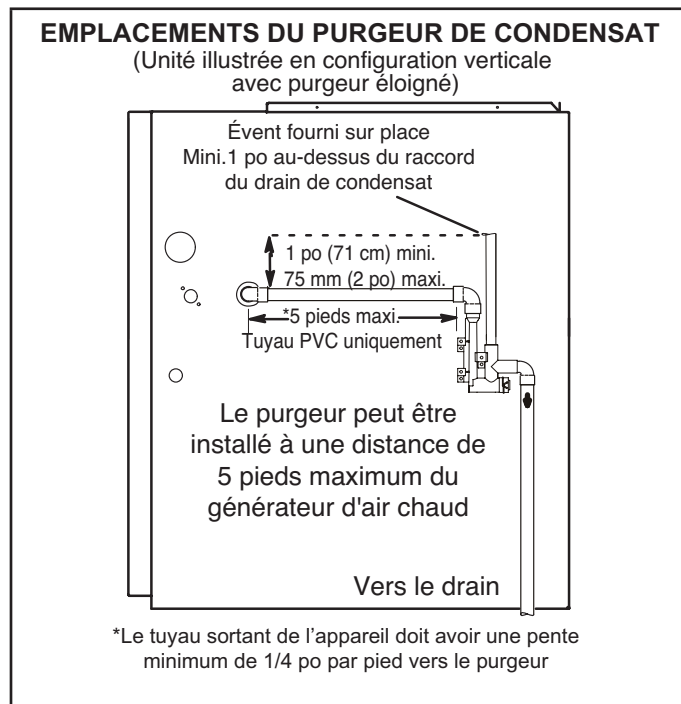
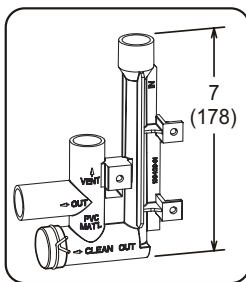

FIGURE 48
FIGURE 54
Cette unité est prévue pour une sortie à gauche ou à droite du tuyau de condensat en configuration ascendante. En configuration horizontale, le purgeur de condensat doit se prolonger en dessous du générateur. Prévoyez un dégagement d'entretien de 8 po pour le purgeur. Reportez-vous à la FIGURE 46 et à la FIGURE 48 pour les emplacements du purgeur de condensat. La FIGURE 54 illustre le purgeur avec un tuyau en PVC de 1/2 po ou de 3/4 po.
- 3 - Installez le bouchon sur l'ouverture de nettoyage à la base du purgeur. Fixez avec le collier. Reportez-vous à la Figure 54.
- 4 - Installez le purgeur avec des raccords en PVC appropriés et collez tous les joints. Collez le purgeur fourni comme illustré à la FIGURE 54. Acheminez le conduit de condensat jusqu'à un drain ouvert. La conduite de condensat doit maintenir une pente descendante de 1/4" entre l'appareil et le drain.